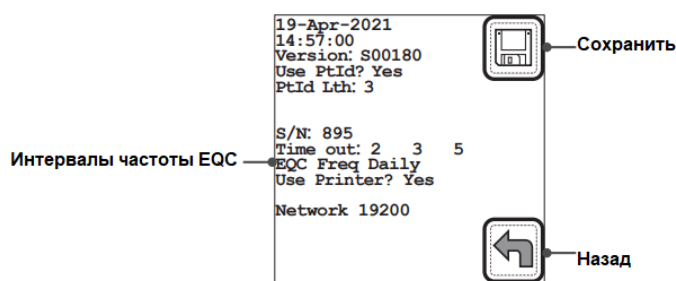

Рисунок 75: Настройка интервалов частоты EQC
3. Нажмите клавишу **Параметры**  для отображения следующего экрана (*Рисунок 75 (стр. 64)*). См. Приложение «ПО прибора – настройки и журналы прибора» (стр. 92) для получения информации о разделе **техническое обслуживание**.